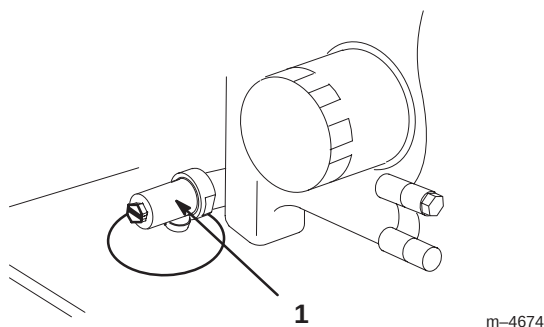

Figure 39
3. Placez un bac de vidange sous l'orifice de vidange. Ouvrez le robinet de vidange avec un tournevis à lame plate, une clé de 3/8 pouce ou une clé de 10 mm (Fig. 39).
4. Tournez le robinet dans le sens horaire pour le fermer et dans le sens anti-horaire pour l'ouvrir (Fig. 39).
5. Quand toute l'huile s'est écoulée, refermez le robinet de vidange (Fig. 39).